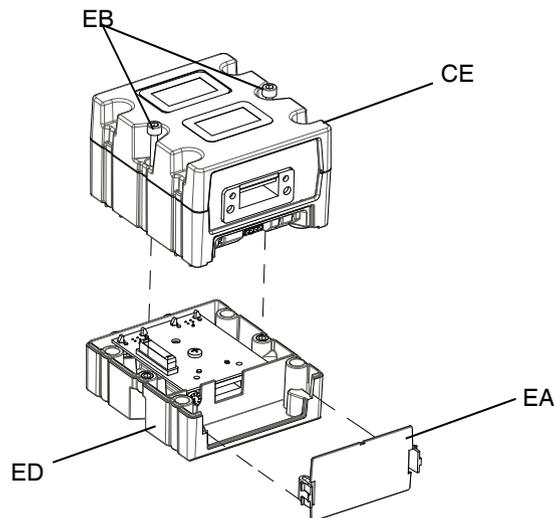

FIG. 60: Smontaggio del CGM
4. Rimuovere il coperchio di accesso dal CGM (EA). Allentare le due viti (EB) e rimuovere il CGM (EC) dalla base (ED) come mostrato in FIG. 60.